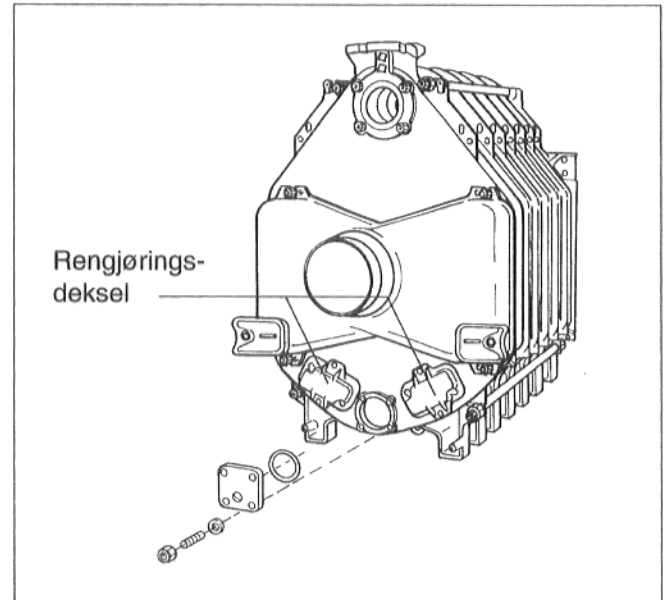

Fig. 18
- Pakningsnoren legges inn i noten rundt renseløken (Fig. 18).
- Rensedekselene settes inn på panneskruene (Fig. 18), og skrues fast på panneskruene med underlagsskiver og muttere.